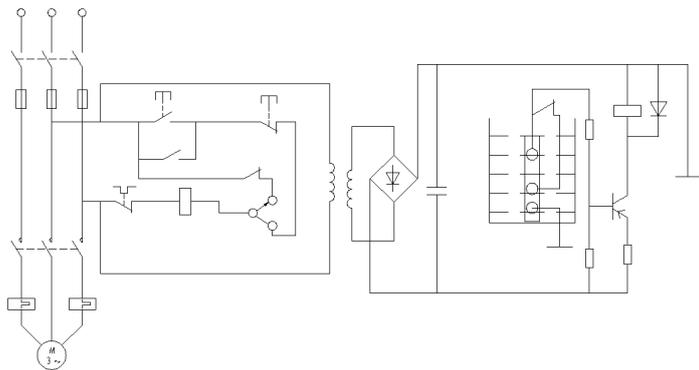

图 11-70 插入其他元器件符号
(4) 按照同样的方法, 将其他元器件符号一一插入到线路结构图中, 得到如图 11-70 所示的图形。